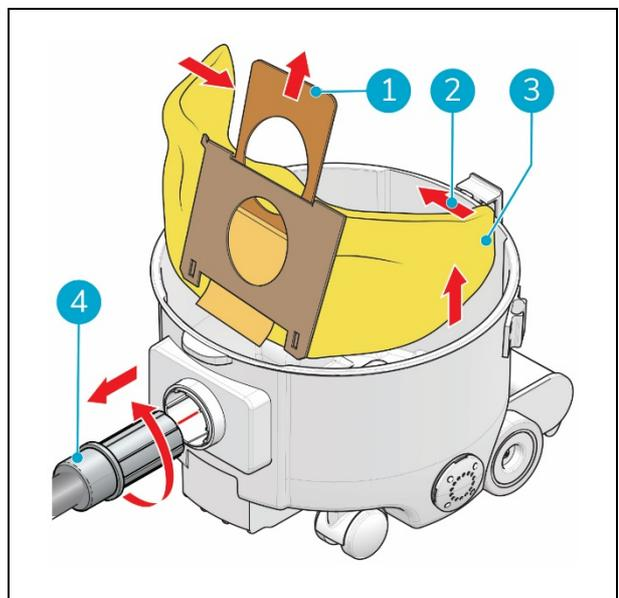

Abbildung 12
6. Drehen Sie den Schlauch (Abb. 12, Pos. 4) gegen den Uhrzeigersinn und ziehen Sie ihn aus dem Schlauchanschluss.
7. Ziehen Sie die Pappflasche (Abb. 12, Pos. 1) nach oben, um den Staubbeutel zu verschließen.
8. Falten Sie die Enden des Staubbeutels (Abb. 12, Pos. 2) aufeinander zu.
9. Entnehmen Sie den alten Staubbeutel (Abb. 12, Pos. 3).